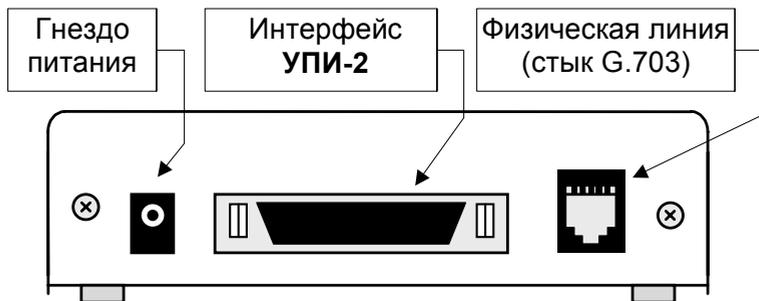

Рис. 6. Задняя стенка модема
На задней стенке модема расположены разъёмы для подключения кабеля УПИ-2, физической линии и питания (см.Рис. 6). Назначение контактов разъёма физической линии (стыка G.703) приведено в приложении, см.Приложение 2 на стр.35.
2. Подключить физическую линию (стык G.703) к розетке RJ-45, расположенной на задней стенке модема (см.Рис. 6).